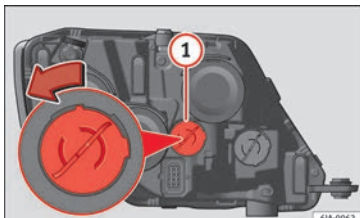

Abb. 95 Glühlampe für Tagfahrlicht auswechseln
- Drehen Sie den Lampenträger »» **Abb. 95** **1** gegen den Uhrzeigersinn und nehmen Sie ihn ab.